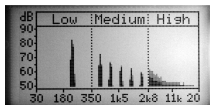

fig.5
- linear audio spectrum (fig.5)